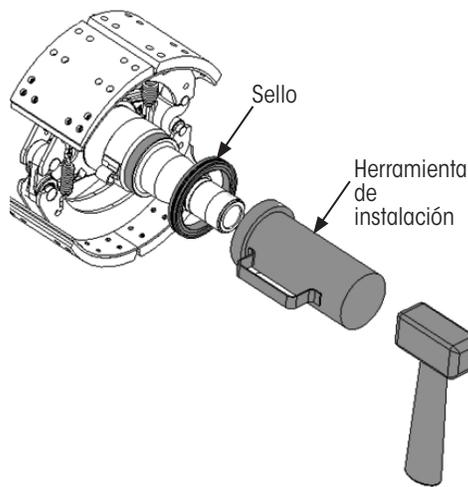

Figura 12: Instalación de sello montado en la espiga
Este tipo de sello se monta en la espiga antes de instalar la maza. El sello de reemplazo debe ser de la misma marca y tipo originalmente instalado por el fabricante. Una herramienta de instalación recomendada (Figura 12), con instrucciones, está disponible con el fabricante del sello.
2. Siguiendo las instrucciones del fabricante, **coloque** el sello en la espiga (Figura 12). **Asegúrese** de que el sello esté correctamente orientado con el "lado del aire" orientado hacia el interior y el "lado del aceite" orientado hacia el exterior.